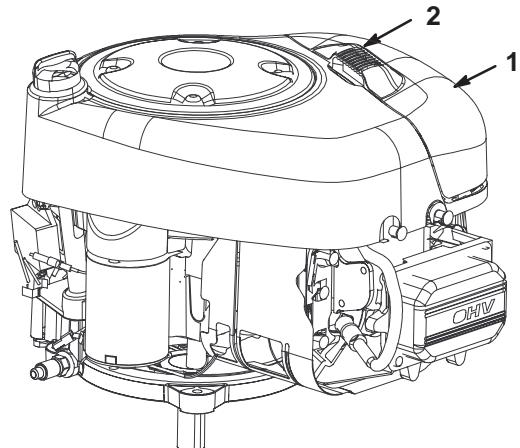

Bild 21
- Reinigen Sie den Bereich um den Luftfilter herum, um zu verhindern, dass Schmutz in den Motor fällt und Schäden verursacht. Ziehen Sie den Griff an der Luftfilterabdeckung hoch und drehen Sie ihn in Richtung des Motors (Bild 21). Entfernen Sie die Luftfilterabdeckung.